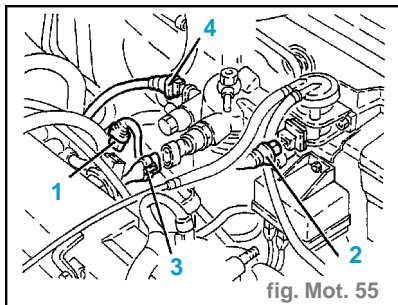

fig. Mot. 55
- Déconnecter la connexion électrique (2) du capteur de température du combustible.
- Déconnecter la connexion électrique (3) du régulateur de pression.
- Déconnecter la connexion électrique (1) du capteur de surpression. (fig. Mot.55)